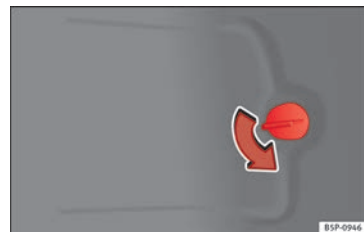

Fig. 189 Luces en la carrocería.
- Abra la tapa del panel lateral del maletero » fig. 189.